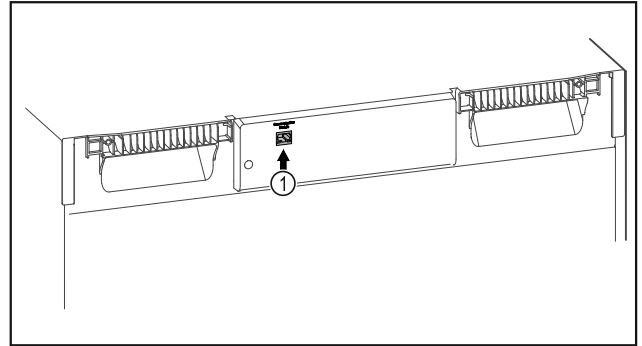

Fig. 112
- Je používán SmartModule Fig. 112 (1).